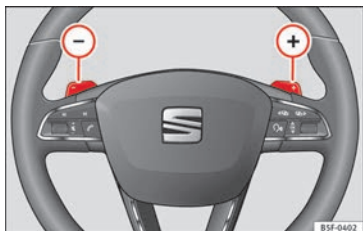

Fig. 168 Volante: alavancas para caixa de velocidades automática.
- Pressione a alavanca de mudanças (+) para engrenar uma mudança mais alta » **Fig. 168**.